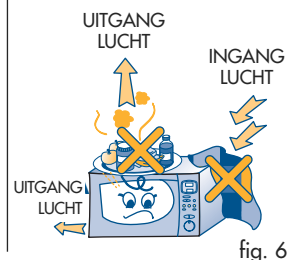

fig. 6
- 6) Niet de openingen voor de luchtingang belemmeren. En vooral niets bovenop de oven zetten en nagaan dat de openingen voor de afvoer van lucht en stoom (geplaatst aan de bovenkant, onderkant en achterkant van het apparaat) **NOOIT BELEMMERD** worden (fig. 6).
- 7) In het midden van de aangegeven cirkel de houder (L) plaatsen en hierop de draaischijf (I) plaatsen. De pin (D) moet op zijn plaats komen te zitten in het midden van de draaischijf.